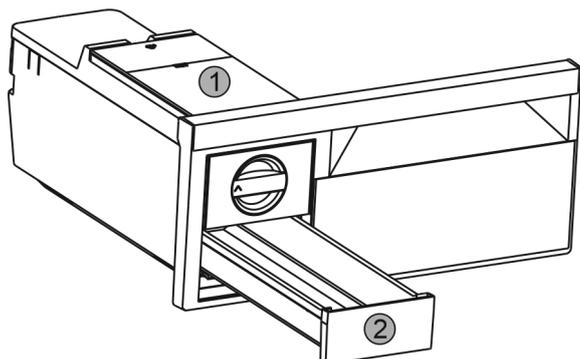

Fig. 27
- ▶ Enlever le réservoir d'eau Fig. 27 (1) et le tiroir à glaçons Fig. 27 (2).